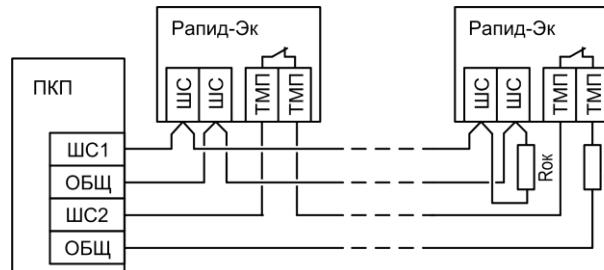

Рис.2 Схема подключения извещателей к ПКП
- Питание по шлейфу сигнализации. Подключение извещателя к приёмно-контрольному прибору (ПКП) осуществляется по двухпроводной схеме (см. рис.2). Для работы извещателя не требуется источника напряжения 12 В и соответствующей линии питания.
При помощи отвертки с плоским шлицем удалите пластиковые заглушки на задней стенке извещателя в месте крепления ответной части кронштейна – см. рис.1а. Закрепите на основании извещателя ответную часть кронштейна, установите плату в основание. Подключите провода в соответствии со схемой подключения (рис.2), предварительно продев их в отверстия. Полярность подключения ШС и ТМП может быть любой. При монтаже последнего в шлейфе сигнализации извещателя, к контактам «ШС» и «ТМП» подключите оконечные резисторы Rok (рис.2). Установите перемычки в нужное положение (табл.1). Закройте крышку извещателя.